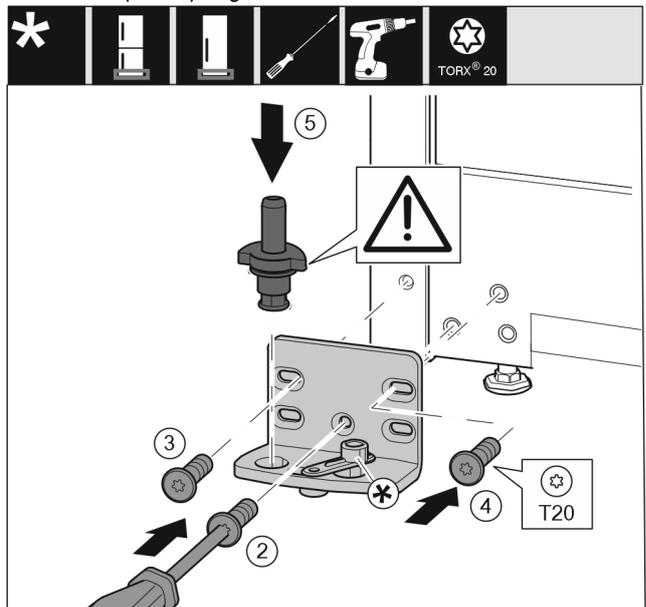

Fig. 36
- ▶ Установите опорный кронштейн с другой стороны и прикрутите с помощью отвертки T20. Начиная с винта 2 снизу в центре. Fig. 36 (2)
- ▶ Затяните винты 3 и 4. Fig. 36 (3,4)
- ▶ Установите опорный палец в сборе. При этом следите за тем, чтобы выступ фиксатора был направлен назад. Fig. 36 (5)
- ▶ Установите опорный кронштейн с другой стороны и прикрутите с помощью отвертки T20. Начиная с винта 2 снизу в центре. (2)
- ▶ Поверните соединительный элемент амортизатора закрывания дверей на 180°. Прикрутите с другой стороны опорного кронштейна при помощи отвертки T20. (5)
- ▶ Установите опорный палец в сборе. При этом следите за тем, чтобы выступ фиксатора был направлен назад. (6)